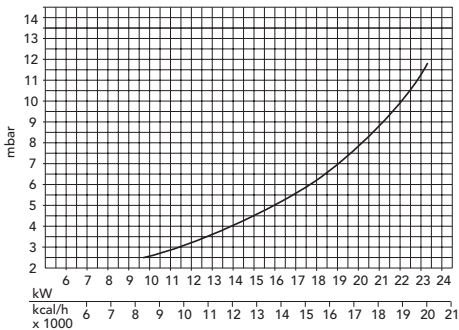

Fig. 3
**N.B.** - Le pressioni gas al bruciatore e le portate gas nella **fase di riscaldamento impianto** indicate in tabella si riferiscono alla **potenza nominale della caldaia**: volendo ridurre tale potenza (ove possibile), è necessario diminuire la pressione del gas, riferendosi ai diagrammi di fig. 3 - 4.
Sulle caldaie è possibile regolare la portata termica del focolare e di conseguenza la potenza termica resa all'acqua di riscaldamento agendo unicamente sulla regolazione del bruciatore principale attraverso la scheda elettronica (fig. 11). I diagrammi (fig. 3 - 4) indicano la variazione della potenza termica resa all'acqua al variare della pressione di funzionamento del bruciatore. Poter adeguare la potenza della caldaia alle effettive esigenze di riscaldamento, significa soprattutto ridurre le dispersioni e quindi risparmiare combustibile. Inoltre, con la variazione di potenza regolamentata anche dalla normativa, le caldaie mantengono pressoché inalterati i valori di rendimento e le caratteristiche di combustione.